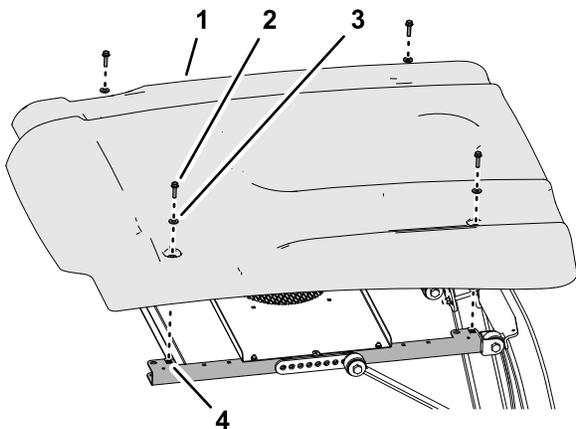

Figura 10
2. Monte o toldo nos canais da estrutura (Figura 10) com os quatro parafusos de cabeça flangeada (5/16 pol. x 1¼ pol.) e quatro anilhas